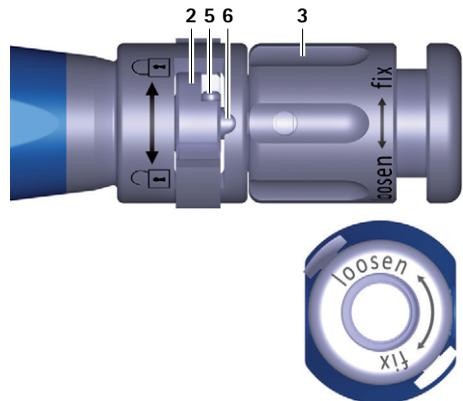

Abb. 1 Nahansicht Einsetzinstrument, Schalter offen
- ▶ Drehmutter 3 am Einsetzinstrument A gegen den Uhrzeigersinn (Richtung "loosen") drehen, um Stange 6 nach vorn zu schieben, siehe Abb. 1.
- ▶ Schalter 2 nach links drehen (Richtung ) , siehe Abb. 1.
- ▶ Schalter **2** nach links drehen (Richtung , siehe Abb. 1).
- ▶ Position zum Ankoppeln des Einsetzinstrument **A** prüfen, siehe Abb. 1.
- ▶ Schalter **2** nach links drehen (Richtung ☜), siehe Abb. 1.
- ▶ Drehmutter **3** gegen den Uhrzeigersinn (Richtung "loosen") drehen, um Stange **6** nach vorn zu schieben, siehe Abb. 1.